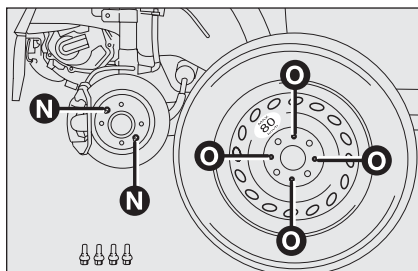

fig. 7
- ☐ montar la ruedecilla de repuesto haciendo coincidir el perno **N**-fig. 7 con uno de los orificios **O** presentes en la rueda;